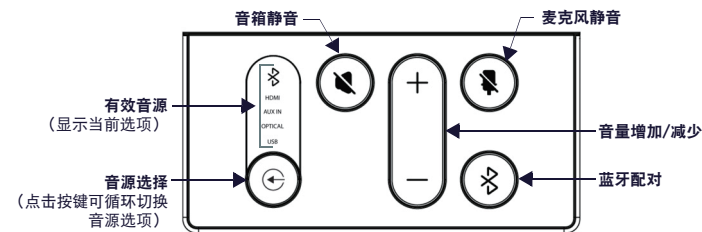

FIG 9. ACV-5100 左侧面板键盘
音箱的控件与 LED 指示灯均设于 ACV-5100 的左侧面板 (FIG. 9):
- 使用 ACV-5100 上的音源选择按钮 (FIG. 9) 选择 USB (如需)。
- 长按 ACV-5100 的音源选择与蓝牙配对按钮 (见 FIG. 9)。3-5 秒后, 遥控器上的指示灯将停止闪烁, 表示遥控器已配对成功。
- 轻按 ACV-5100 或遥控器上的蓝牙配对按钮, 启动配对 (见 FIG. 9)。此时, ACV-5100 与遥控器的蓝牙按钮均会闪烁。
为确保 Acendo Vibe 配置工具可与 ACV-5100 进行通信, ACV-5100 必须处于设置模式: 长按 ACV-5100 音源选择按钮与麦克风静音按钮 (见 FIG. 9) 3 秒。所有按钮的 LED 灯将闪烁, 表示设备处于设置模式。